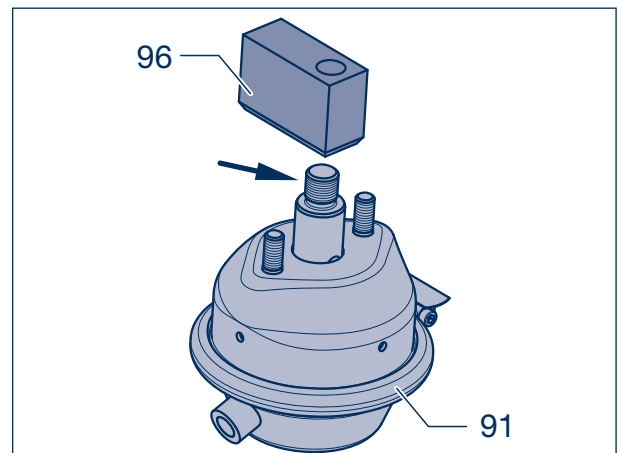

Bild 2
- [6] Bei der Montage des Sperrklotzes (96) Gewinde (Bild 2, Pfeil) fettfrei mit Loctite AVX einstreichen und bis zum Anschlag festziehen.
- [7] Membranzylinder (91) mit Sperrklotz (96) und Distanzscheiben (91/1) auf die Konsole bauen. Federringe (98) und Sechskantmutter (99, SW 24) M 12 x 1,5 mit dem vorgeschriebenen Anziehdrehmoment von 86 Nm montieren.